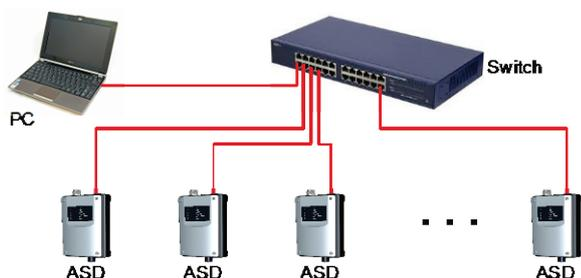

Fig. 52 Ligação de ASD em rede através de Ethernet
- O comprimento das tubagens entre os detetores apresentados na Fig. 52 (Switch – ASD / Switch – PC) deve perfazer no máximo 100 m.